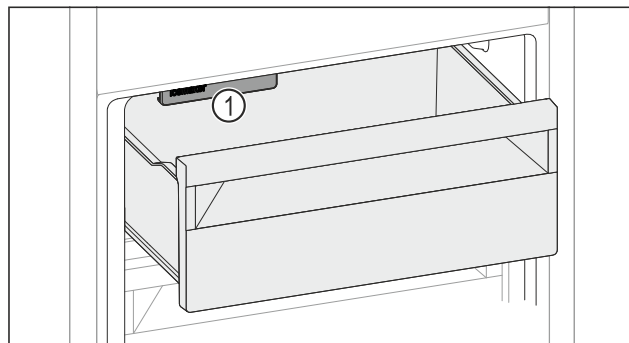

Fig. 170
- Vložte potraviny do zásuvky. Když vložíte potraviny na levou stranu zásuvky: ► Dávejte pozor na IceMaker Fig. 170 (1).